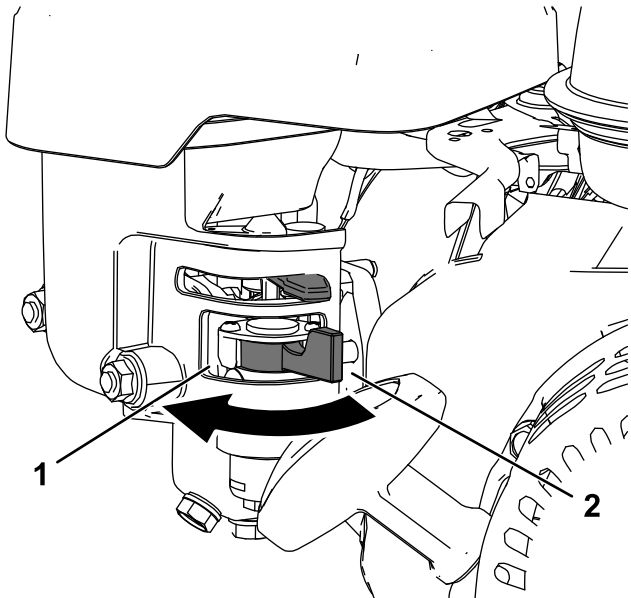

Figura 6
- Para abrir a válvula de combustível, rode o manípulo da válvula de corte de combustível na direção do manípulo do arranque manual com cordão (Figura 6).
- Para fechar a válvula de combustível, rode o manípulo da válvula de corte de combustível afastando-o do manípulo do arranque manual com cordão (Figura 6).